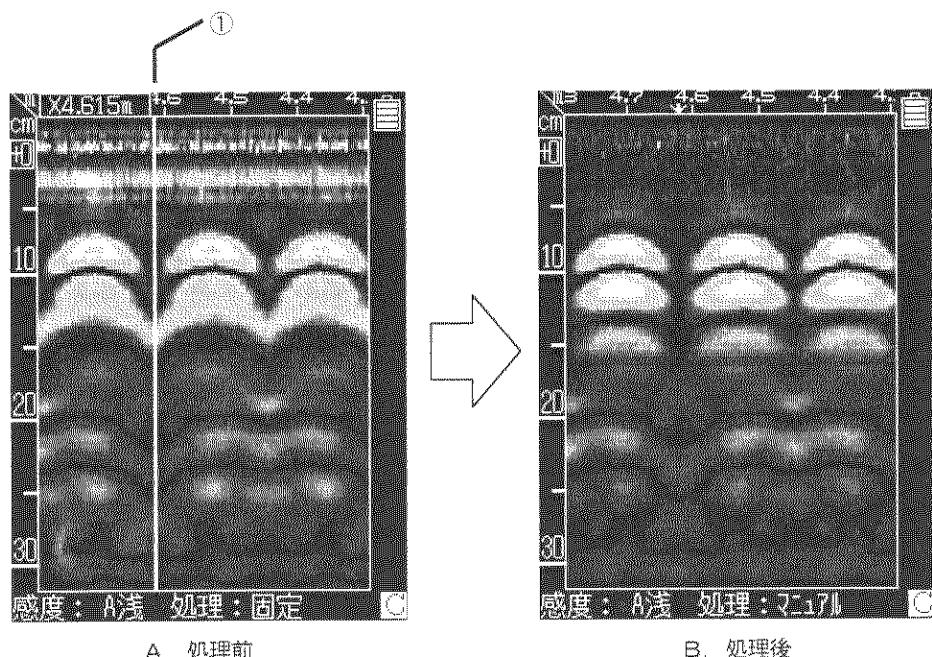

図3-18 マニュアル表面波処理
マニュアル表面波処理は、測定終了後の画面で、図3-18のAのようにコンクリート表面付近からの反射波の影響を取り除き切れないときに使用します。
- c) カーソルキー◀▶により無筋の所(図3-18のAの①)にカーソルを移動させ、マニュアル表面波(反射波)を選択します。
- d) **[5]ENTER** を押すことにより、カーソル位置の反射波を表面波としたマニュアル表面波処理が実行されます。このときカーソルのあった位置に“↓”の印が表示されます。(図3-18のB参照)